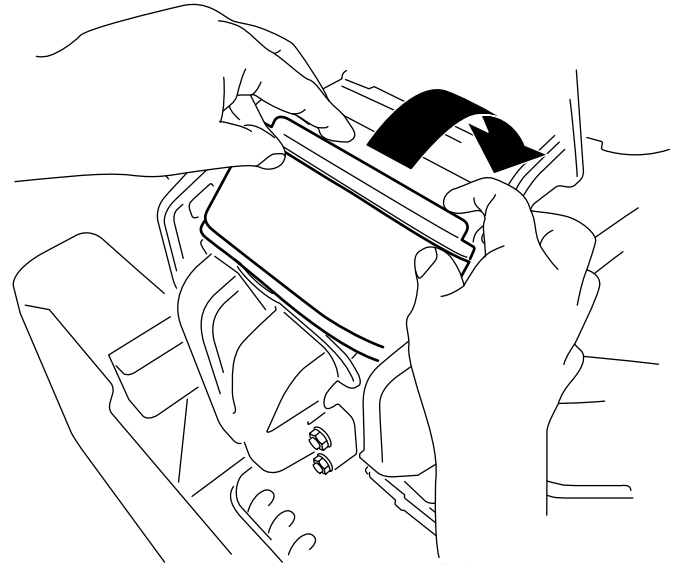

Figura 38
3. Introduzca el filtro en la cámara, girándolo para asentarlo correctamente contra el colector (Figura 38).